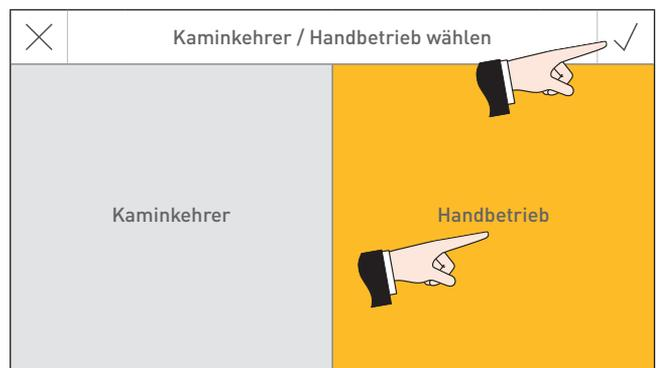

Fig. 18 Handbetrieb auswählen und bestätigen
► Handbetrieb auswählen und bestätigen ✓ – Fig. 18.